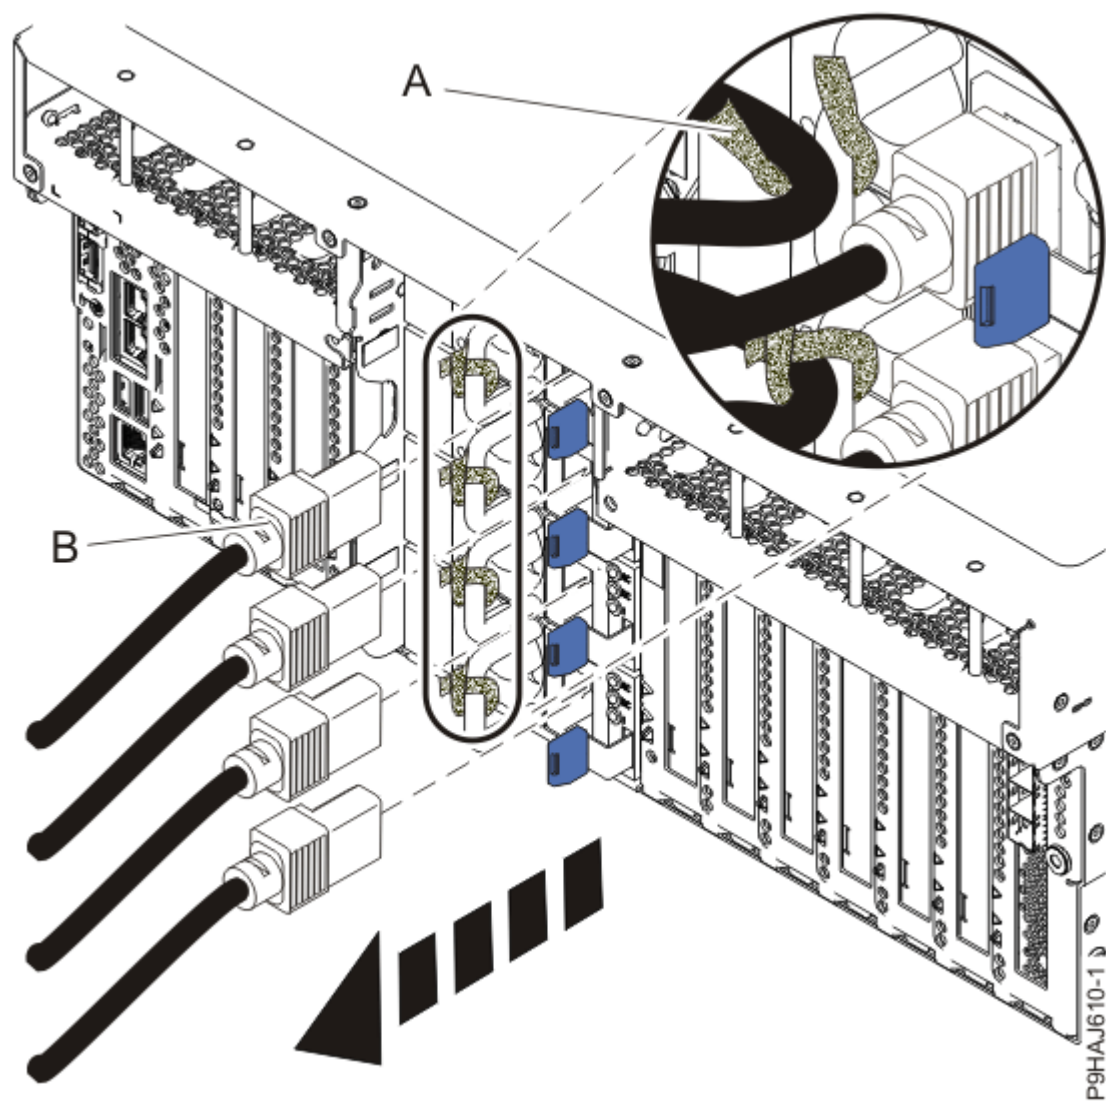

Figure 20. Retrait des cordons d'alimentation d'un serveur monté en armoire
3. Étiquetez et déconnectez les cordons d'alimentation de l'unité centrale. Voir Figure 20, à la page 28 ou Figure 21, à la page 29.